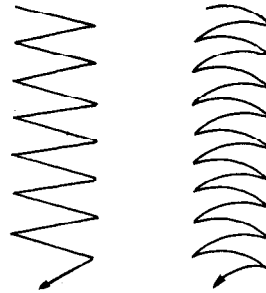

Figura 2.90
2. Siga los movimientos indicados en la figura 2.90.